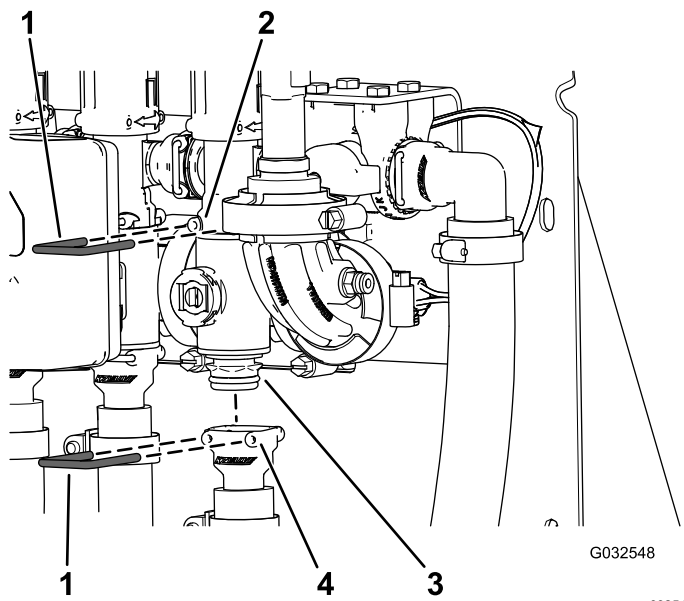

图 103
2. 取下将喷洒臂段阀歧管固定至旁通阀接头的卡环图 103。